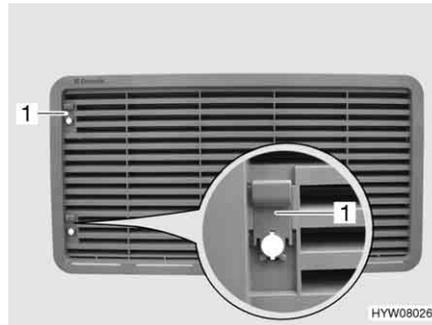

Fig. 133 Rejilla de ventilación del frigorífico (con corredera)
- Empujar la corredera (Fig. 133,1) hacia arriba.